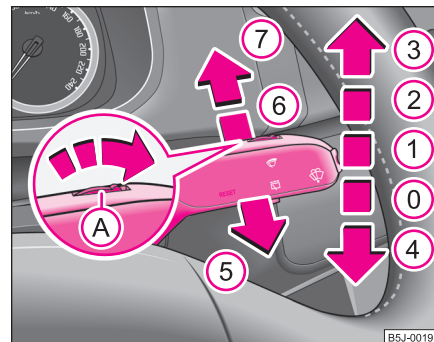

Fig. 42 Palanca de limpiaparabrisas
La palanca de limpiaparabrisas ⇒ **página 67, fig. 42** tiene las siguientes posiciones:
- Empuje la palanca, apartándola del volante, a la posición **(6)** ⇒ **página 67, fig. 42**, la escobilla barrerá cada 6 segundos.
Los faros se limpiarán cada quinto barrido del limpiaparabrisas y si está conectada la luz de cruce o de carretera y se ha mantenido la palanca del limpiaparabrisas durante aprox. 1 segundo en la posición **5** ⇒ página 67, fig. 42.